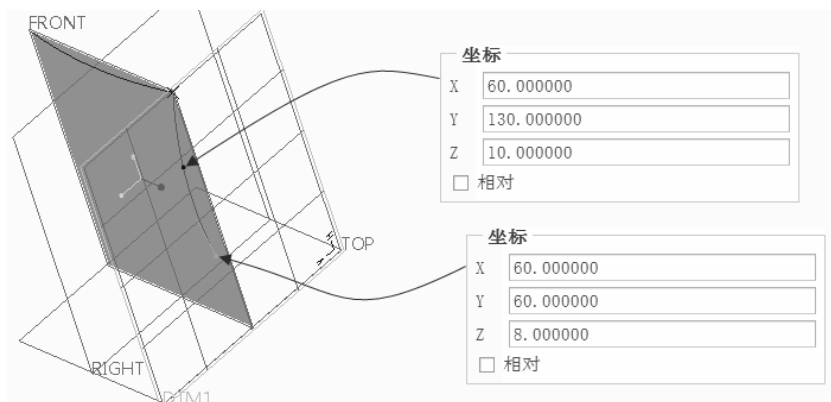

图 7-119 设置曲线点坐标
2) 选择平面曲线 2, 设置平面曲线 2 的第 2 点坐标为 $(x,y,z) = (60,130,10)$, 第 3 点坐标为 $(x,y,z) = (60,60,8)$, 如图 7-119 所示。